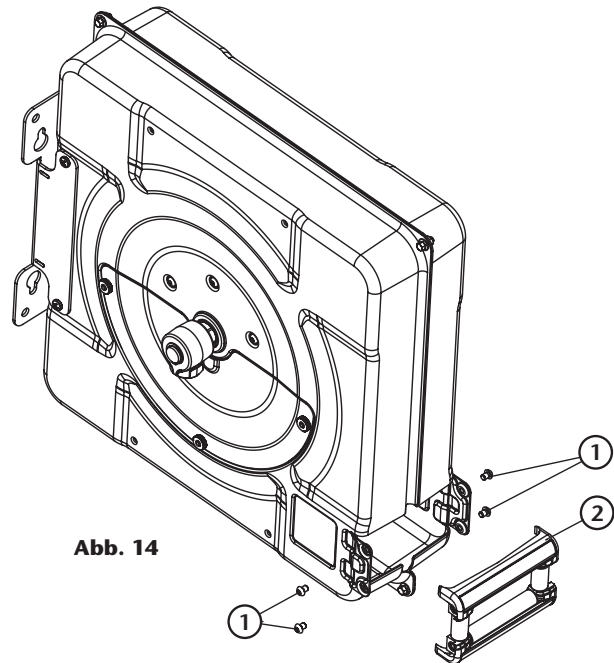

Abb. 14
2. Lösen Sie die Schrauben (1) (Abb. 14) und entfernen Sie die Schlauchauslassbaugruppe (2) (Abb. 14), die in einem Stück entfernt werden kann. Die Baugruppe kann zur Reinigung in Einzelteile zerlegt werden. Sie können es auch durch ein neues Set ersetzen.
3. Bringen Sie die vormontierte Baugruppe zum Schlauchaufroller und befestigen Sie sie dort mit den Schrauben (1) (Abb. 14).